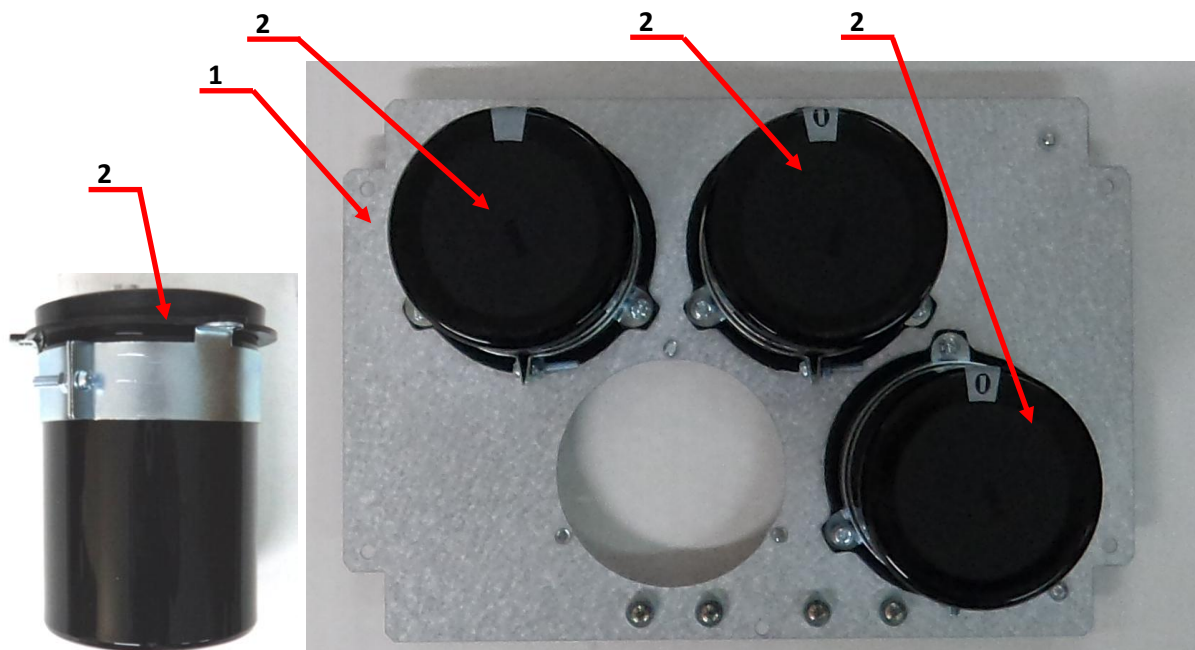

Рис.6.24
6.11.3. Изъять конденсатор поз.2 (рисунок 6.24) и положить его в тару 3.1.16.